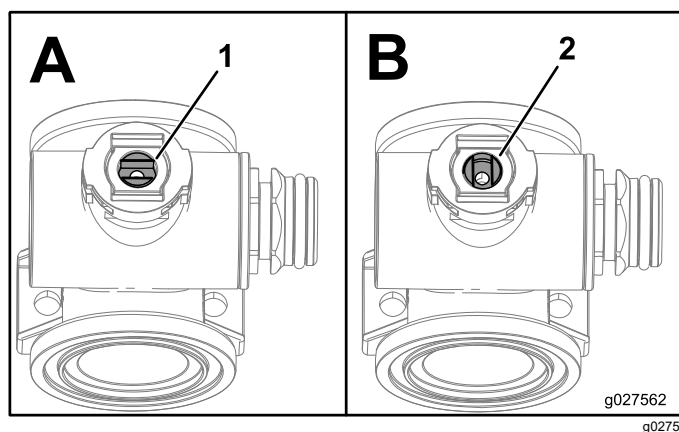

Figura 76
1. Ponga la válvula en la posición de cerrado (Figura 76, B).
3. Gire el válvula hasta que la bola esté en la posición de abierto (Figura 76 A).
7. Gire el conjunto del válvula a la posición de cerrado (Figura 76 B).